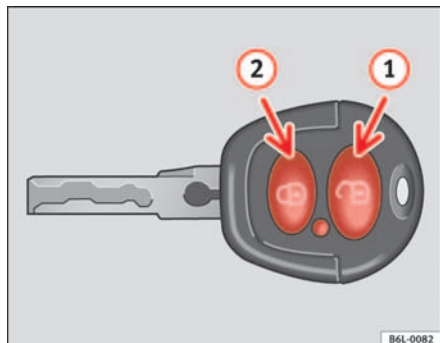
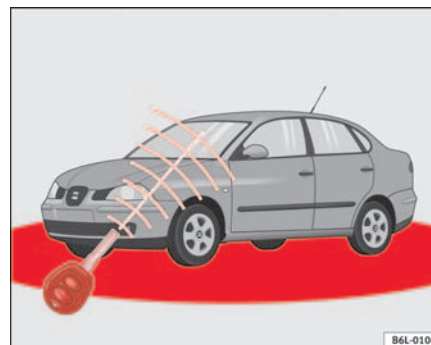

Fig. 48 Teclas de la llave con mando a distancia
Fig. 49 Radio de acción del mando a distancia por radiofrecuencia
La zona de efectividad (zonas rojas) ⇒ fig. 49 del mando a distancia se muestra en la figura. El alcance máximo depende de diversas circunstancias.
Para **abrir**, dirija la llave dentro de la zona de efectividad, hacia el vehículo y pulse brevemente la tecla de apertura ⇒ fig. 48 . Los intermitentes ►
parpadean dos veces. Para **cerrar** el vehículo, pulse brevemente la tecla de cierre  ⇒ **fig. 48 (2)**. Los intermitentes parpadean una vez.
Pulse **dos veces** la tecla de cierre  ⇒ **página 83, fig. 48 (2)** se desactiva el sistema de seguridad del cierre (doble cierre) y la alarma volumétrica*, permaneciendo activada la alarma perimétrica*, el testigo sigue encendido.
Pulsando una vez la tecla  ⇒ **página 83, fig. 48 (1)**, se abrirá sólo la puerta del conductor, permaneciendo el resto cerradas.
Pulsando dos veces la tecla  ⇒ **página 83, fig. 48 (1)**, se desbloquearán todas las puertas.
- El mando a distancia por radiofrecuencia funciona únicamente dentro de su radio de acción ⇒ **página 83, fig. 49** (zona roja).
- Utilice las dos llaves que se entregan con el vehículo, la llave provista de emisor de radiofrecuencia y la llave convencional ⇒ página 83, fig. 48 ⇒ página 83, fig. 49.